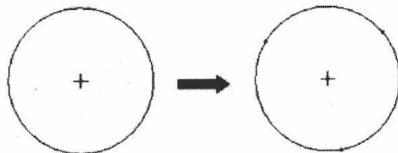
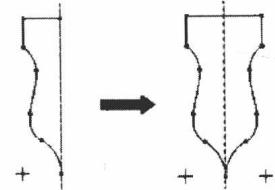

图 1-1-8 分割图元
图 1-1-9 镜像
③ 分割。单击“删除段”按钮 + 旁边的黑色小三角，在展开的子工具栏中单击 - 按钮，再在几何图元上单击要分割的位置即可分割图元。示例如图 1-1-8 所示，圆被分割成了三段，图中出现了 3 个小黑点。
(2) 删除。首先激活“选取项目”按钮 ■ ，然后选择需删除的几何图形，再直接按键盘上的 Delete 键即可删除所选图形。也可右击需删除的几何图形后，在弹出的快捷菜单上选择“删除”命令或通过执行“编辑” \rightarrow “删除”命令将其删除。
(3) 镜像。利用“镜像”命令可以大大提高具有对称属性图形的绘制效率。需要注意的是，只有当草绘图形中存在中心线时，才能够执行“镜像”命令。“镜像”命令的操作步骤为：①选择要镜像的原始图形。②单击“镜像”按钮 M ，系统弹出“镜像”操控面板。③根据系统提示选取作为镜像基准的中心线。最后单击操控面板中的“完成”按钮 \checkmark ，结果如图 1-1-9 所示。